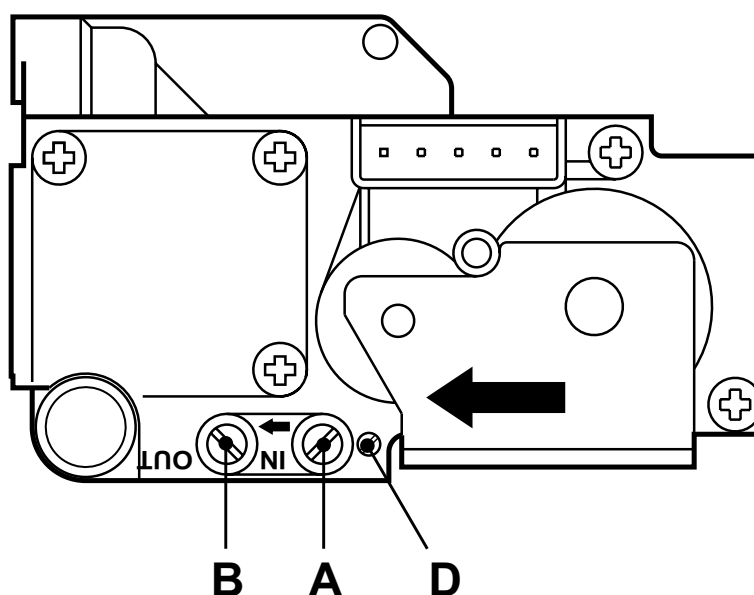

рис. 16 - Газовый клапан
- Подключите надлежащий манометр к контрольной точке **"B"** рис. 16, расположенной после газового клапана.
- Отрегулируйте минимальное давление с помощью регулировочного винта **"D"** рис. 16, поворачивая его по часовой стрелке для уменьшения и против часовой стрелки для увеличения.